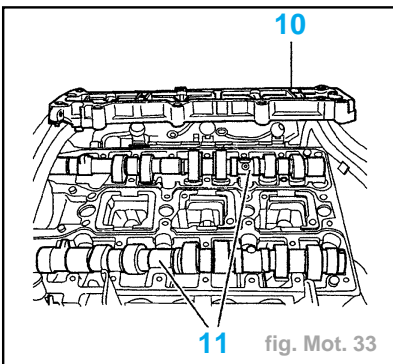

fig. Mot. 33
- Desserrer les vis de fixation du carter-chapeau d'arbre à cames (10) progressivement et en spirale, en commençant par l'extérieur, de manière à le décoller de quelques millimètres de son plan de joint (fig. Mot. 33).